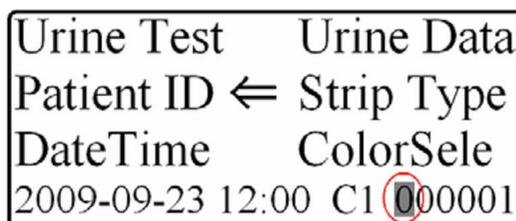

Fig. 9: Inserimento delle cifre per l'ID
2. Una volta selezionata, la macchina illuminerà la prima cifra delle 6 che compongono l'ID (Fig. 9).